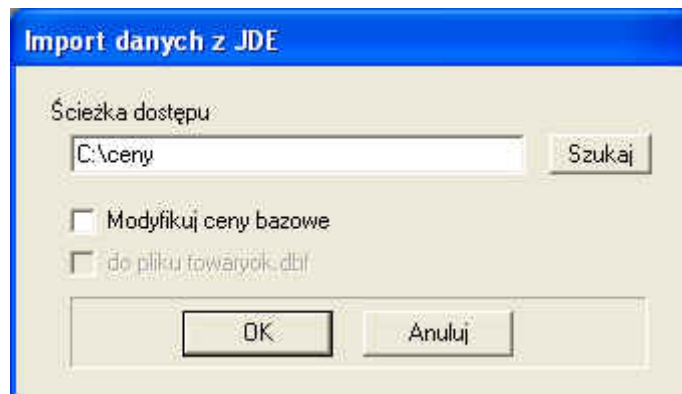

Рисунок 40. Импорт из J.D.Edwards
- **Импорт из J.D.Edwards** (рис. 40) – этот пункт дает возможность импортировать цены и товары из файлов DBF. После получения „упакованного” файла с информацией о ценах из отдела продажи фирмы Winkhaus, полученный файл следует записать на диске и его распаковать. Затем – после запуска параметра **Импорт из J.D.Edwards** следует указать место, в которое будет распакован присланный файл.